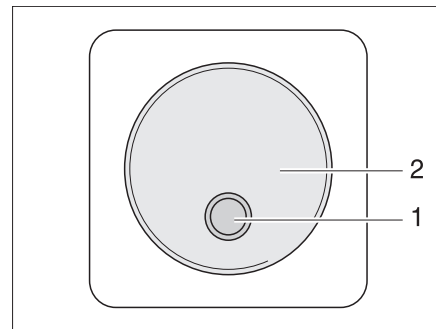

Fig. 164 Interruttore esterno
- Il "Remo." = l'apparecchio può essere attivato e disattivato con l'interruttore esterno (Fig. 164,1).
L'interruttore esterno dell'invertitore (Fig. 164) si trova nell'abitacolo del veicolo, ad esempio nella zona di ingresso. L'interruttore reca la scritta "Invertitore". Il LED (Fig. 164,1) segnala lo stato di funzionamento dell'invertitore.